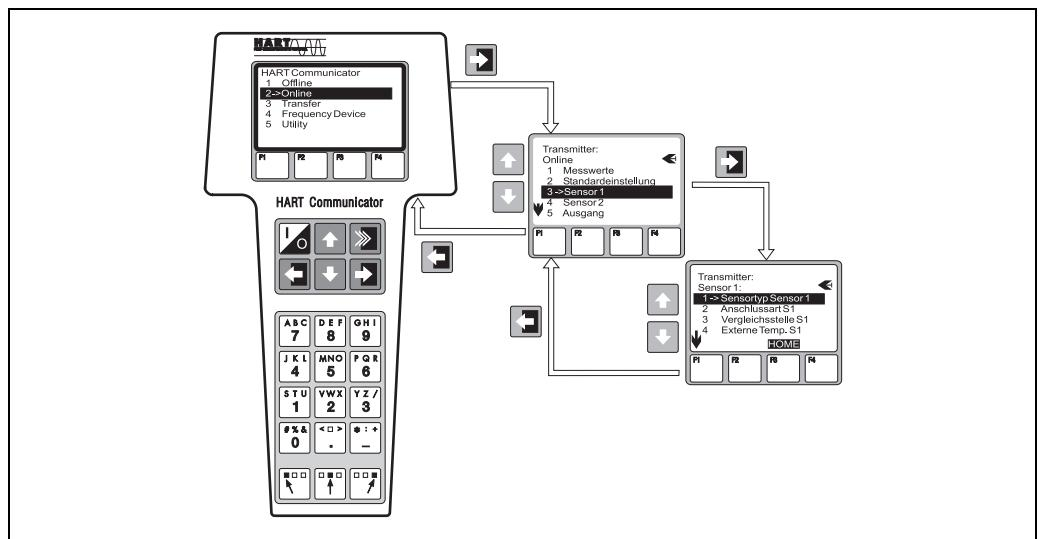

fig. 9: Configuration sur le terminal portable pour 'Entrée capteur'
- L'appareil de mesure est déjà raccordé. Il apparaît tout de suite le premier niveau de la matrice de programmation (v. fig. 9). Dans cette matrice sont systématiquement agencées toutes les fonctions accessibles sous HART®.